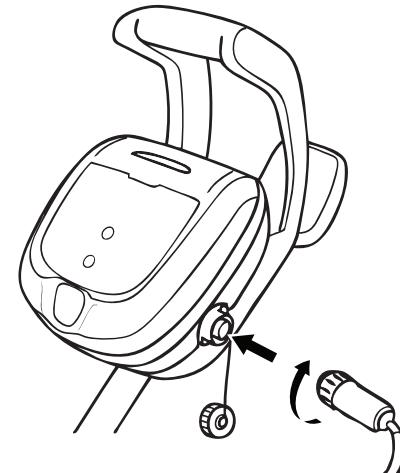

Figura 12. Conecte el cable de suministro eléctrico
2. Inserte el extremo del cable de flotación de suministro eléctrico en la unidad de control y gire en el sentido de las agujas del reloj para ajustarlo. No apriete demasiado (Figura 12).